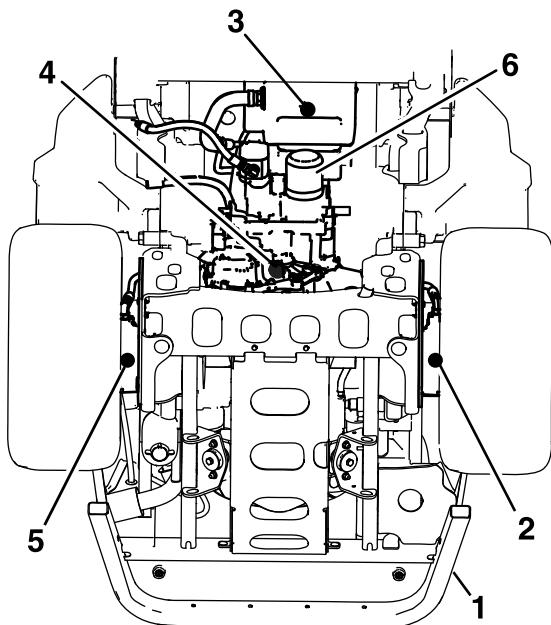

Bild 70
4. Stellen Sie eine große Auffangwanne unter den Hydraulikölbehälter, das Getriebegehäuse und den linken und rechten Radmotor (Bild 70).
5. Entfernen Sie die Ablassschraube aus jedem Bereich und lassen Sie das Hydrauliköl ablaufen (Bild 70).
6. Reinigen Sie den Bereich um den Hydraulikölfilter und nehmen Sie den Filter ab (Bild 70).